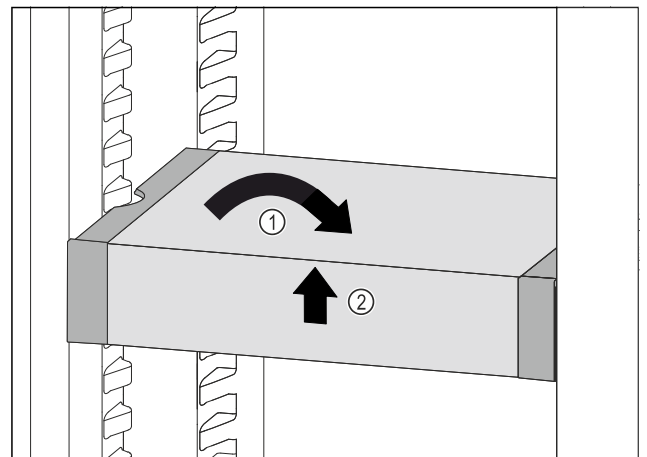

Fig. 99
- ▶ Collocare VarioSafe in maniera dritta. *Fig. 99 (1)*
- ▶ Sollevare VarioSafe dal lato anteriore. *Fig. 99 (2)*